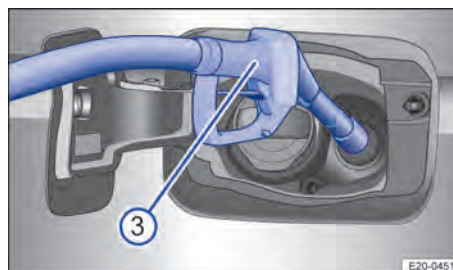

Fig. 176 Derrière la trappe à carburant : ravitaillement en AdBlue avec le pistolet distributeur (schéma de principe)
1. Afin de garantir un bon plein de carburant, maintenez la poignée du pistolet de remplissage d'AdBlue® vers le bas → fig. 176 ③.